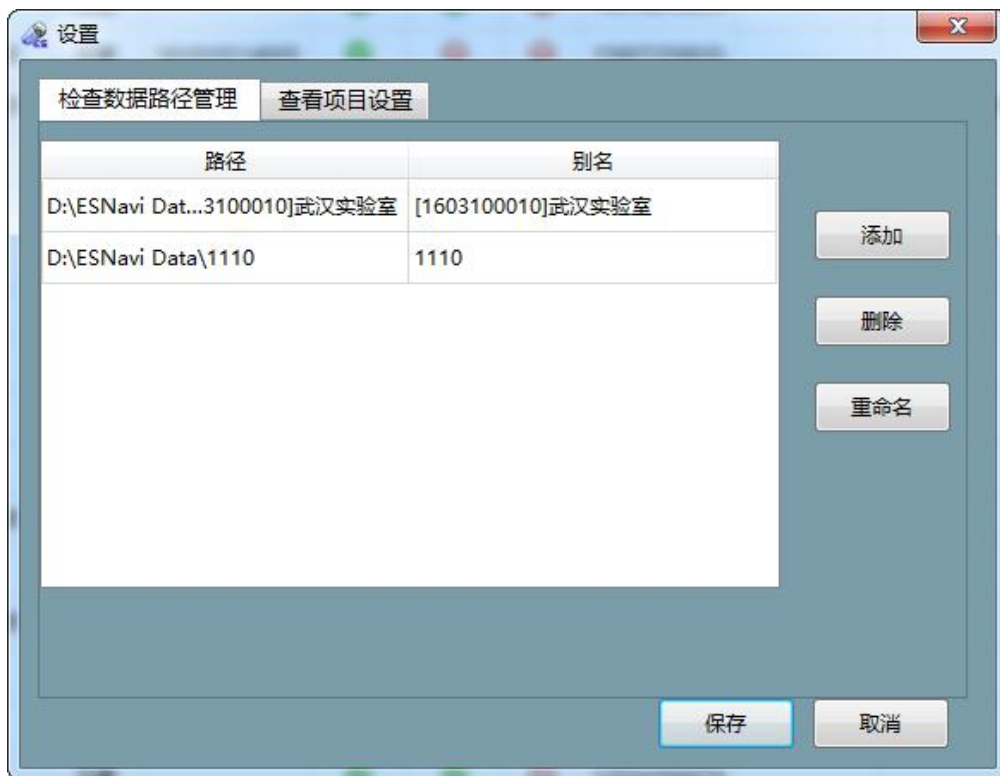

图 4-117 添加病例数据存放路径界面
2. 程序首次进入图 4-116 病例管理界面自动添加数据导出路径。点击 ，进入图 4-117 添加病例数据存放路径界面。通过点击 **添加**、**删除**、**重命名** 按键，完成添加、删除、重命名病例数据存放路径的操作。软件支持自动添加移动硬盘和光盘根目录路径。在完成病例数据存放路径的操作之后，点击 **保存** 按键，保存设置，点击 **取消** 按键，取消设置。
中。进入图 4-117 添加病例数据存放路径界面，点击**查看项目设置**，进入图 4-118 查看项目设置界面。用户通过鼠标拖动或者点击左移、右移按钮选择病例信息在**可用栏**或**已用栏**，**可用栏**中的病例信息将不显示，**已用栏**中的病例信息将显示，且按照排列顺序依次显示。